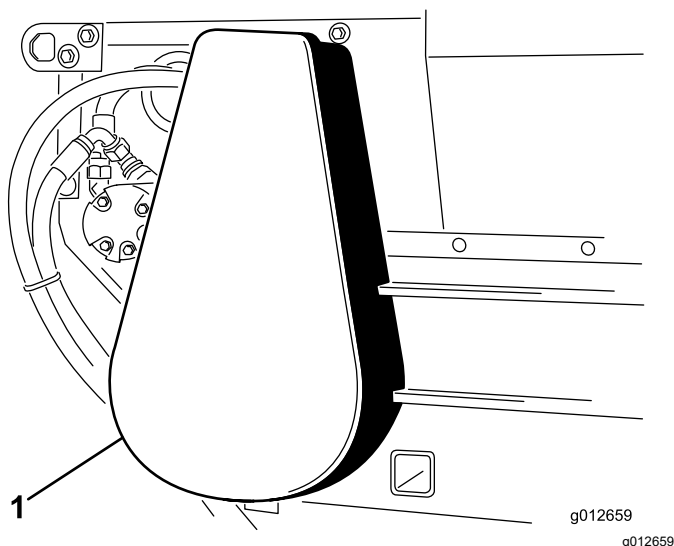

Figure 28
1. Déposez le couvercle de la chaîne (Figure 28).